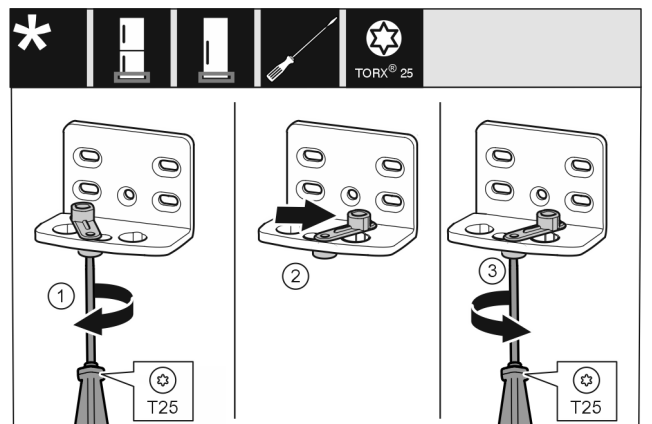

Fig. 11
- Aflojar el tornillo con el destornillador T25. Fig. 11 (1)
- Levantar el dispositivo auxiliar de cierre y girarlo 90° hacia la derecha en el orificio. Fig. 11 (2)
- Apretar el tornillo con el destornillador T25. Fig. 11 (3)